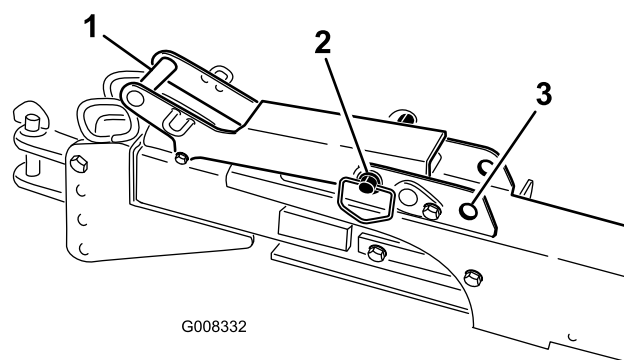

Рисунок 35
- При использовании сцепного устройства расположите обработчик проколов позади буксирной машины, отведите буксирное устройство и переставьте шпильку рукоятки защелки в заблокированное положение (Рисунок 35).